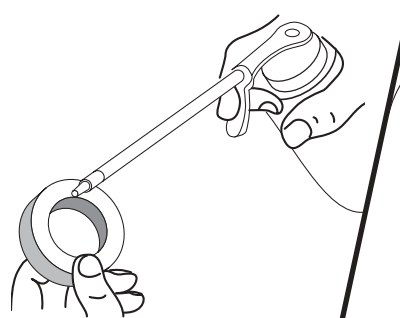

Fig. 29
4. Aplique suficiente aceite limpio SAE 30 para recubrir ligeramente el filtro (Fig. 29).